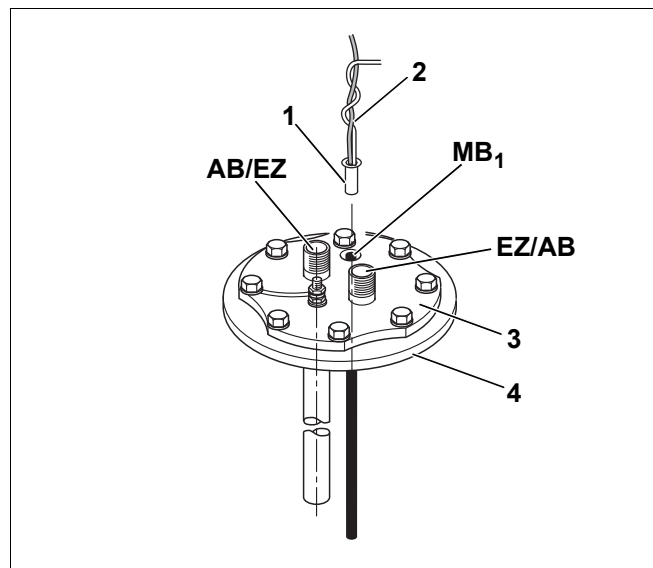

Рис. 8 Точка измерения MB₁
Установка датчика горячей воды (рис. 8):
- ▶ Вставьте датчик (рис. 8, [1]) с направляющей проволокой (рис. 8, [2]) до упора. Направляющая проволока находится в точке измерения MB₁.